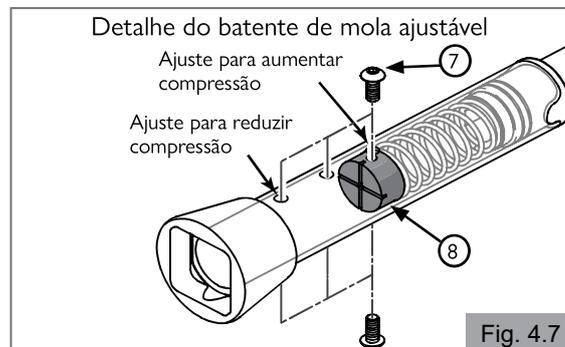

Fig. 4.7
## Para cadeiras de rodas dobráveis (Fig. 4.2 - Fig. 4.7)
- Aperte todas as seis peças de fixação (9) a 7,8 Nm.
- Certifique-se de que o módulo de assistência elétrica já foi removido do conjunto do eixo dobrável (1).
- Segure no conjunto do eixo dobrável (1) e comprima o tubo maior na direção do tubo mais pequeno até o recetor do adaptador do eixo (1) ficar solto no conjunto do adaptador do dobrável (3).
- Puxe o conjunto do eixo dobrável (1) na direção traseira da cadeira de rodas.
5. Remover o adaptador do eixo dobrável e hardware do conjunto do eixo dobrável (1):
- Remova o hardware (2).
- Remova os adaptadores de eixo dobrável (3) e o hardware (2) das placas do eixo (4).
6. Ajustar a tensão da mola do eixo dobrável (Fig. 4.7):
- Remova ambos os parafusos (7) com uma chave Allen de 3 mm. Use a chave de parafusos para evitar que o batente da mola (8) caia.
- Para aumentar a tensão da mola, mova o batente da mola (8) para um novo furo mais próximo do centro do conjunto. Use a chave de parafusos para alinhar que o batente da mola (8) com o hardware (7).
- Aperte ambos os parafusos (7) para fixar corretamente o batente da mola (8).
- Instale o conjunto do eixo dobrável (1) na cadeira de rodas para verificar a tensão da mola. Ajuste conforme necessário.